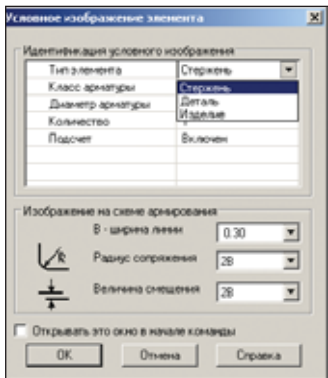

Рис. 15
■ **Линейный элемент армирования** — отрисовка линейных элементов армирования и преобразование отрезков и полилиний в линейные элементы армирования (рис. 15). Линейный элемент армирования создается как элемент программы. При этом его тип, параметры арматуры и количество элементов, прикрепленных к изображению, формирует пользователь в диалоговом окне *Условное изображение элемента*.